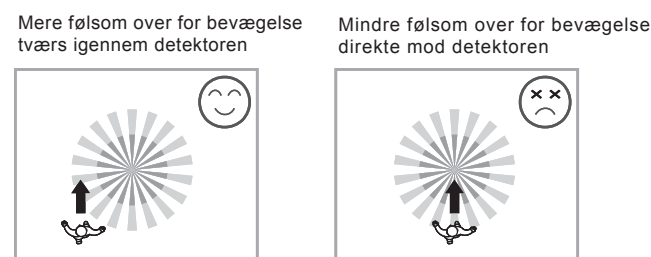

FIG. 3
- 3.1.2 Vær opmærksom på bevægelsesretningen af den gående person under testproceduren. Detektoren er mere følsom over for bevægelse tværs igennem detektoren og mindre følsom over for bevægelse direkte mod detektoren med heraf følgende reduceret detekteringsrækkevidde (Se FIG. 3).